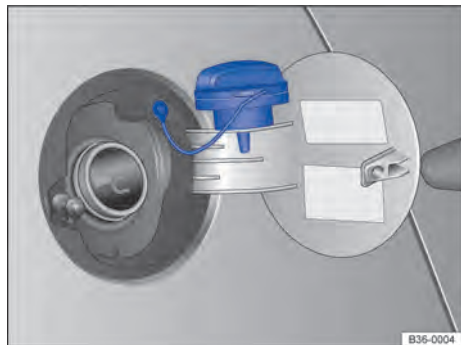

Fig. 195 Portinhola do tanque aberta com a tampa do tanque pendurada.
- Girar a tampa do tanque no sentido anti-horário e encaixá-la na dobradiça da portinhola do tanque ⇒ Fig. 195.